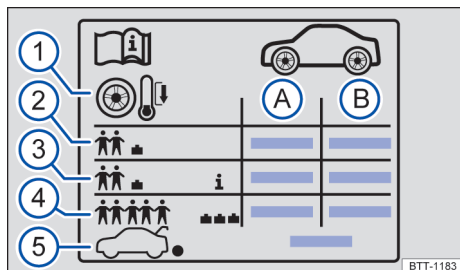

Fig. 168 Símbolos na etiqueta de pressão dos pneus.
Legenda para Fig. 168:
Dependendo do veículo, a etiqueta pode conter uma pressão conforto dos pneus → Fig. 168 ③. A pressão de conforto dos pneus possibilita aumentar o conforto da condução. Ao conduzir com a pressão de conforto dos pneus, pode aumentar o consumo de combustível.